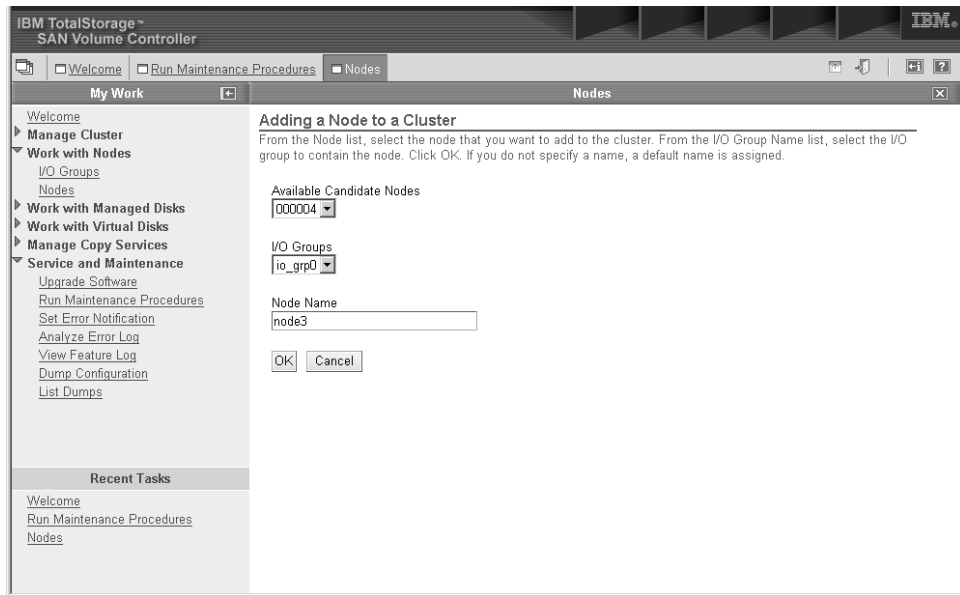

图 25. SAN Volume Controller Console Nodes 面板
3. 从下拉菜单中，选择 **Add a node** 选项并按下 **Go** 按钮。显示以下面板。请参阅图 25。